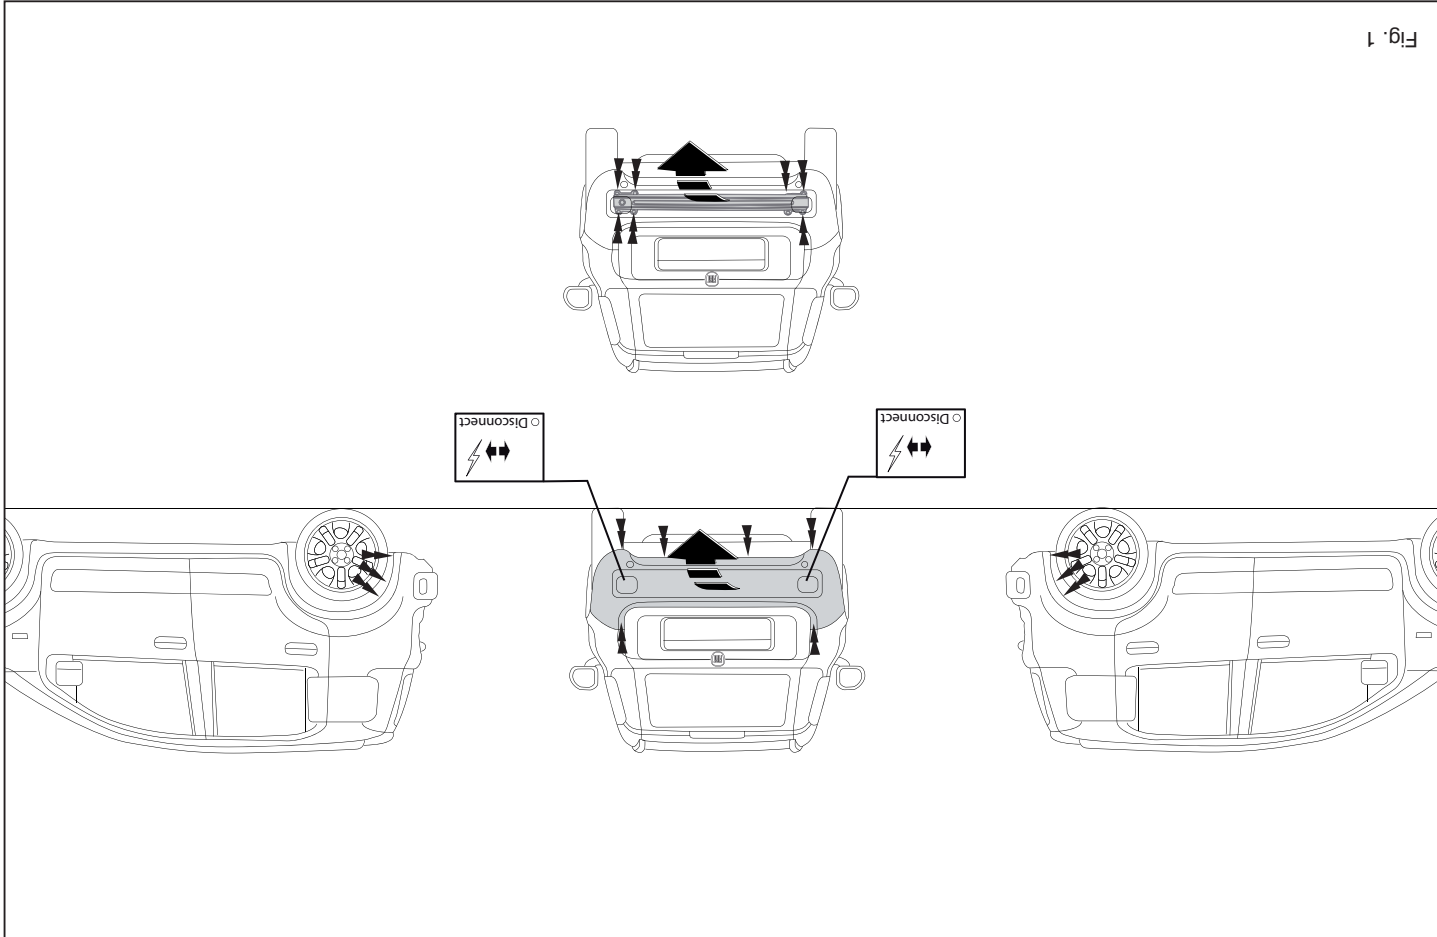

Fig. 1
1. Remove the bumper and the steel buffer beam from the vehicle. The buffer beam will no longer be needed. See figure 1.
1. Die Stoßstange einschließlich des stählernen Stoßbalkens vom Fahrzeug abmontieren. Der Stoßbalken wird nicht mehr benötigt. Siehe Abbildung 1.
1. Déposer le pare-chocs du véhicule y compris la traverse en acier ; la traverse ne sera plus utilisée. Voir la figure 1.
1. Demonter kofangeren, inklusive køretøjets stålstødbjelke. Denne bliver overflødig. Se fig. 1.
1. Снять бампер вместе со стальным брызгом автомобиля; брызговики брызгозащиты не понадобятся. См. рисунок 1.